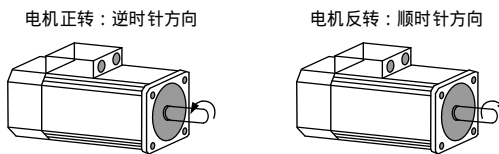

图 5-3 电机旋转方向
即使电机参数自学习或试运行成功,也有可能出现电机运行方向与实际应用不相符的情况(并非所有电机生产厂家都能按统一标准定义正反转方向,大部分电机生产商按下图 5-3 定义电机正反转方向)。这种情况会造成,系统给定正转方向的时候,电机实际是反向运行,而驱动器并没有报错。以下以异步电机编码器信号自学习过程为例作一个简要的描述。分析时假定图 5-3 正反转方向符合实际设备运行方向。
选择正确的电机控制模式『A2.01=2』,选择正确的编码器类型『A1.06』,参看电机铭牌,按照表格 5-4 逐一设置好各项电机参数及编码器线数。检查驱动器 U、V、W 相序与电机 U、V、W 相序相一致,设置『H5.03=0』,设定『OP3=10』并按 ENT,系统开始自学习,FWD/REV 指示灯绿色点亮(正转指令),观察电机旋转方向与图 5-3 对比。
**若电机旋转方向与图 5-3 电机正转时一致(旋转方向符合设备要求):**
**若电机旋转方向与图 5-3 电机正转时相反(旋转方向与设备要求相反):**